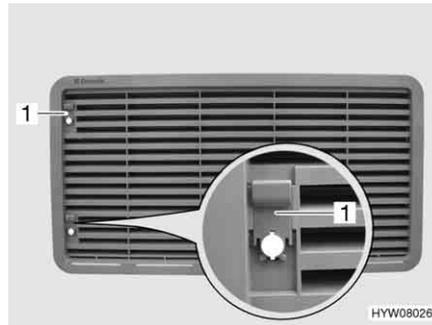

Fig. 204 Grille d'aération du réfrigérateur (avec curseur)
- Pousser le curseur (Fig. 204,1) vers le haut.